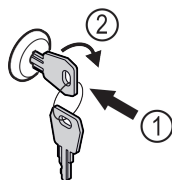

Fig. 157
- Shtyni çelësin brenda Fig. 157 (1).
- Rrotulloni çelësin me 90° në drejtimin orar Fig. 157 (2).